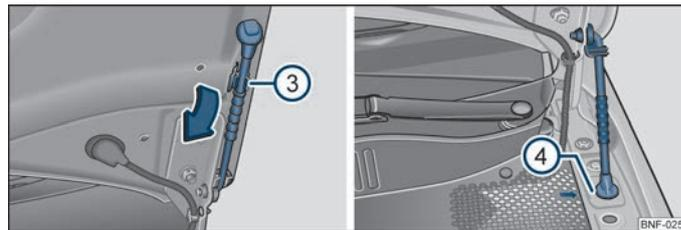

Abb. 91 Motorraumklappe sichern
- Nehmen Sie die Klappenstütze ③ ⇒ Abb. 91 in Pfeilrichtung aus der Halterung und sichern Sie die geöffnete Motorraumklappe, indem Sie das Ende der Stütze in die dafür vorgesehene Öffnung ④ einsetzen ⇒ Abb. 91.
- Heben Sie die Motorraumklappe etwas an und hängen Sie die Klappenstütze ④ aus ⇒ Abb. 91. Drücken Sie die Klappenstütze in die dafür vorgesehene Halterung.